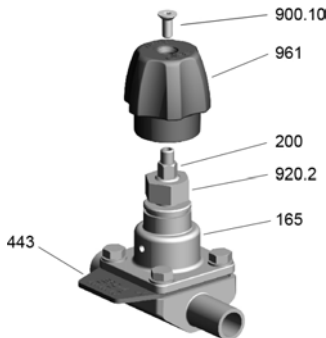

Abb. 10: SISTO-C HV.510/520 MD 30: Endlageneinstellung in Geschlossenstellung
5. Schraube 900.10 in das Handrad 961 einschrauben. Damit ist die Spindel 200 gesichert. (⇒ Abb. 10)